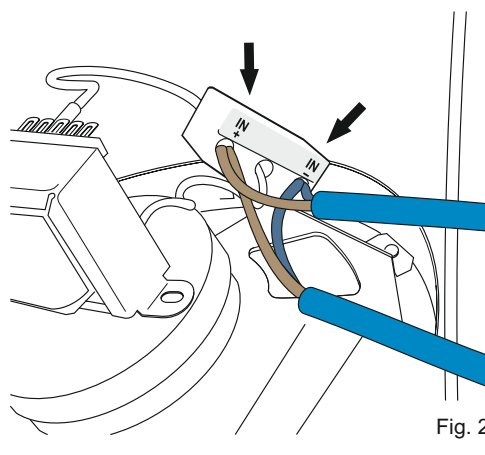

Fig. 2
- A) Entfernen Sie die Schraube (A);
- D) Die Endstücke der Leitung an das Klemmbrett anschließen und dabei gemäß den Anweisungen in den Abb. 2 und 3 vorgehen.
- F) Ziehen Sie Schraube (A);